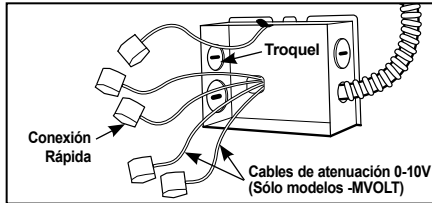

Figura 6
Paso 2. Quite la tapa de la caja de empalmes. Quite el/los troquel(es) correspondiente(s) para dar cabida al tipo de servicio eléctrico usado/ permitido por su código eléctrico local (Figura 6):
Paso 3. Pele el alambre de suministro 3/8" e inserte cada alambre de suministro en el conector correspondiente. Conecte el alambre negro del accesorio al caliente, el alambre blanco del accesorio al neutral y el alambre verde del accesorio a tierra. (Figura 6).